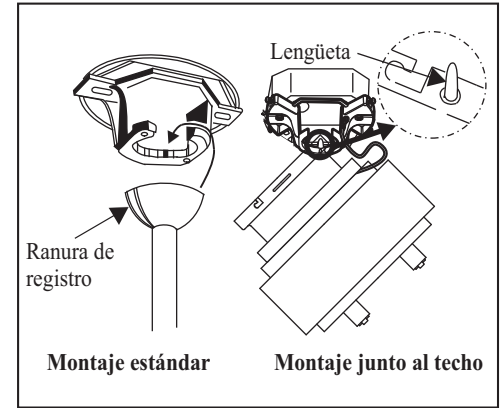

Figura 12
1. Pasa los cables de suministro de 120 Volts a través del orificio central en el soporte de montaje. (Figura 12)
4. Levante con cuidado el montaje del ventilador hacia el soporte del techo y cuélguelo en la lengüeta incluida utilizando uno de los agujeros del anillo exterior de la cubierta del techo. (Figura 12) Si utiliza un montaje estándar, asiente la bola colgante en el zócalo del soporte de montaje. Asegúrese de que la lengüeta del zócalo del soporte de montaje quede bien asentada en la ranura de la bola colgante. (Figura 12)
LA LENGÜETA MOSTRADA EN LA FIGURA 12 SÓLO SIRVE PARA EQUIBRAR EL VENTILADOR AL COLOCAR EL CABLEA O. SI NO SIGUE EL PROCEDIMIENTO DE LA FIGURA 12, PODRÍA PROVOCAR LA R TURA DE LA LENGÜETA Y EL VENTILADOR PODRÍA CAER. EL GANCHO DEBE PASAR DEL INTERIOR AL EXTERIOR DE LA CUBIETA.